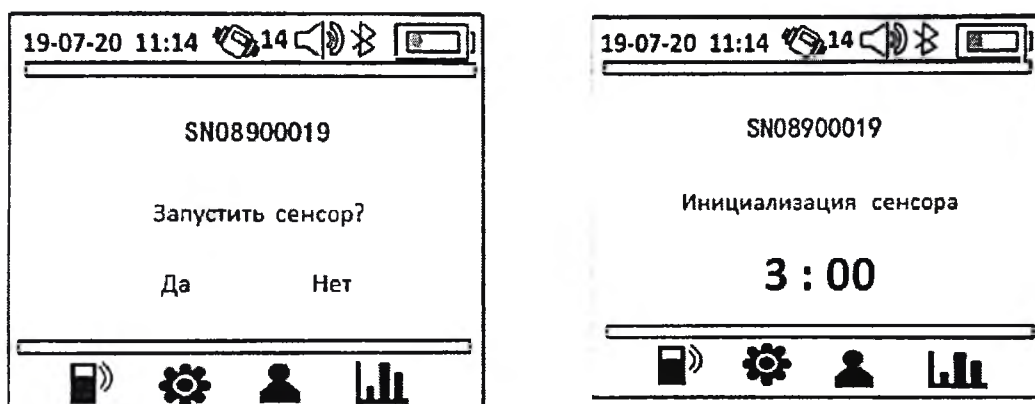

Рисунок 9. Запуск сбора данных датчиком
13. После этого на экране появится сообщение «Start Sensor? Yes/No» (Запустить сенсор? Да/Нет). При выборе «Да» система переходит в следующий режим инициализации и начинает сохранять данные датчика (рисунок 9).